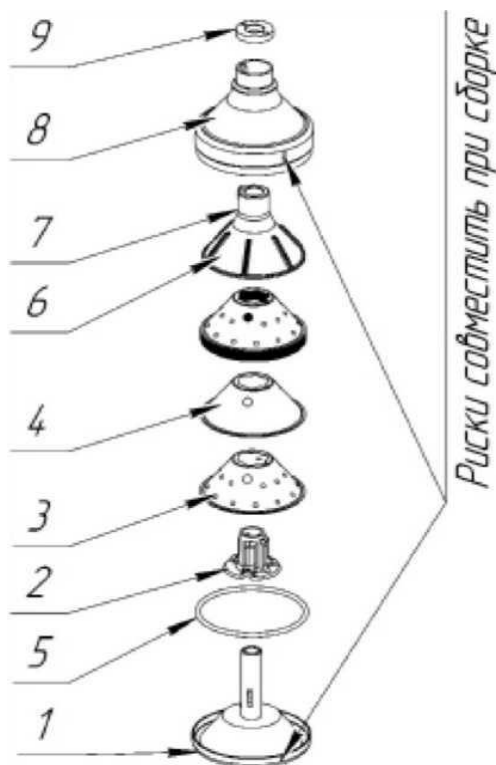

Рис. 4
- устанавливать барабан на вал электродвигателя и приводить его во вращение с незавернутой до конца гайкой поз. 9 (рис. 4);
Барабан сепаратора (рис. 4) состоит из основания 1, кольца уплотнительного 5,
6.2 Барабан разобрать, детали его промыть в горячем 2% содовом растворе, ополоснуть тёплой водой, просушить и собрать в следующей последовательности (см. рис. 4):
Внимание! Риски (см. рис. 4) на крышке барабана 8 и основании 1 должны быть совмещены, с целью исключения дисбаланса барабана.